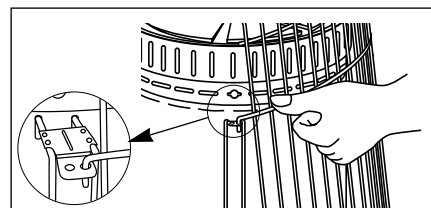
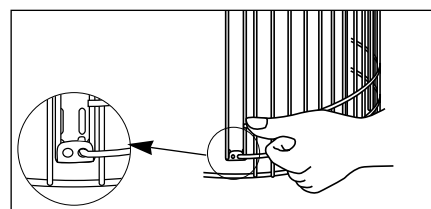

Fig.5A
Fig.5B
**C.) INSTALLER LES DISPOSITIF DE PROTECTION AVANT ET ARRIÈRE :** (Fig. 5A, Fig. 5B)
- Accrocher la partie supérieure de la protection de devant (entaillée pour libérer la porte d'allumage) sur les supports supérieurs du gril avec les tiges du gril accrochées vers le bas (Fig. 5A).
- Faire claquer la partie inférieure de la protection de devant dans les trous de la partie inférieure. Assembler les supports du gril avec les tiges du gril accrochées vers l'intérieur (Fig. 5B).